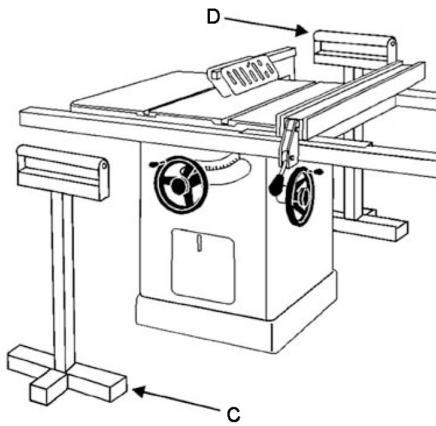

Figure 9-5
Lors du sciage en long de longues planches, utilisez un support à l'avant du banc (C, figure 9-5) comme un support à roulettes, et un support à l'arrière (D) ou « de queue ».